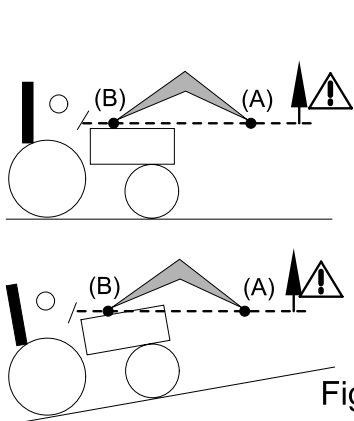

Fig. 2
! PERICOL: Dacă încărcătura nu este fixată corespunzător, operatorul este expus pericolului de cădere a încărcăturii atunci când punctul de pivotare al benei (A) depășește orizontal punctul de pivotare al încărcătorului (B) [vezi fig. 2].
! PERICOL: Este interzisă înclinarea încărcătorului atunci când punctul de pivotare al benei (A) depășește orizontal punctul de pivotare al încărcătorului (B) [vezi fig. 2].